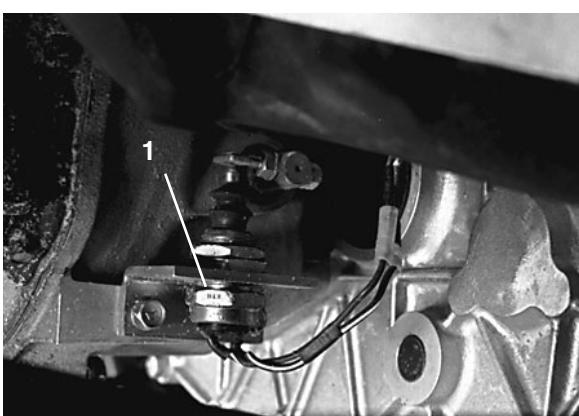

Bild 55
7. Prüfen Sie die Einstellung des Kupplungssicherheitsschalters erneut (Bild 55). Der Motor darf erst anlaufen, wenn der Abstand zwischen dem Kupplungspedal und dem Boden $2,9 \text{ cm} \pm 6 \text{ mm}$ beträgt. Lösen Sie ggf. die Klemmmuttern und verstellen Sie den Abstand nach oben oder unten.